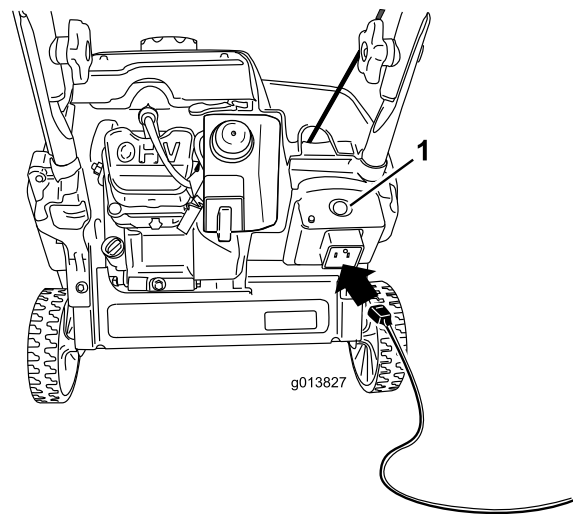
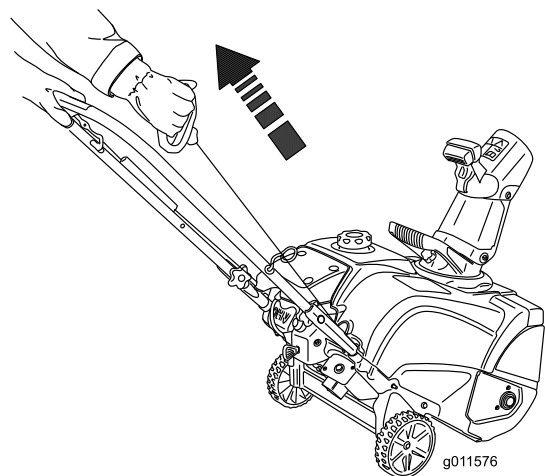

Figure 18
Figure 19
4. Raccordez la rallonge au secteur et à la machine, puis appuyez sur le bouton du démarreur électrique (démarrage électrique seulement) comme montré à la Figure 18, ou tirez la poignée du lanceur (Figure 19).